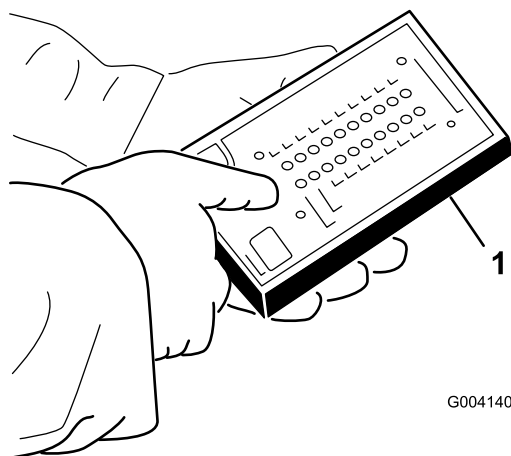

**Figure 20**
3. Localisez le faisceau de câblage et les connecteurs près du module de commande (Figure 20).